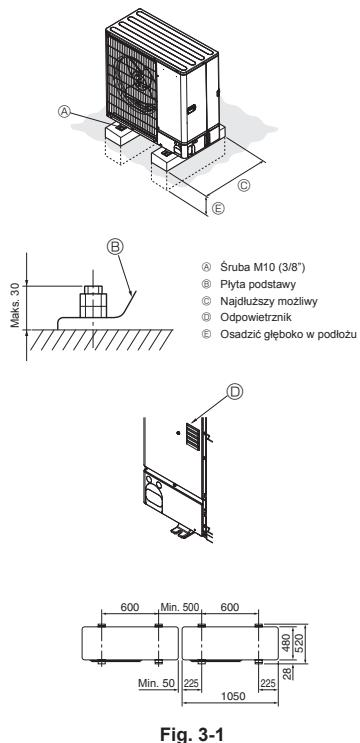

Fig. 3-1
- Upewnić się, że urządzenie jest umieszczone na solidnym, równym podłożu, chroniącym przed powstaniem odgłosu kiełkowania podczas pracy. (Fig. 3-1)